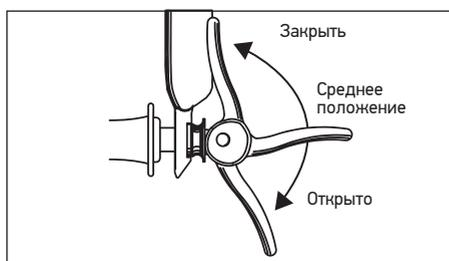
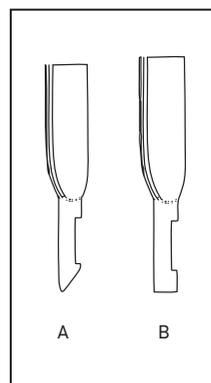
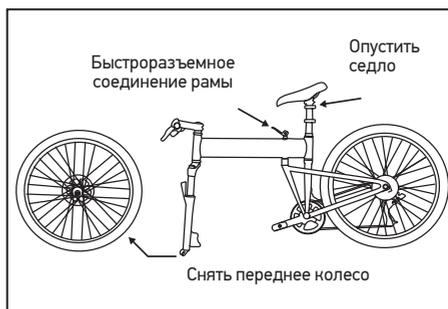

Рис. 14.а: Закрытое, среднее, открытое положение
Рис. 17.а: Угловая прорезь. Рис. 17.б: Стандартная прорезь
Рис. 21: Снять переднее колесо и опустить седло
1. Проверить, что быстроразъемный зажим CLIX находится в открытом состоянии (Рис. 14.а).
2. Опустить вилку велосипеда на втулку колеса, чтобы прорези вилки опирались на ось втулки колеса (Рис. 14.б). ПРИМЕЧАНИЕ: Для вилок с угловыми прорезями (Рис. 17.а): Прорези должны устанавливаться на оси втулки колеса за регулировочной гайкой.
3. Для вилок без угловых прорезей (Рис. 17.б): соединить наконечник и рычаг быстроразъемного зажима CLIX (Рис. 4.б) по принципу шприца, чтобы прорези вилки опирались на ось втулки.
4. Зафиксировать рычаг быстроразъемного зажима CLIX (Рис. 14.а). Механизм должен обхватывать концевую часть вилки при фиксировании в закрытом положении. Проверить, что видно слово «closed» (закрыто), и что рычаг зажима установлен в закрытое положение. Рычаг быстроразъемного зажима CLIX зафиксирован надежно, если при закрывании он оставляет отпечаток на ладони. Убедиться, что рычаг прилегает к стойке вилки, чтобы он не зацеплялся за посторонние предметы.
1. Открыть и закрыть рычаг быстроразъемного соединения правой рукой, постепенно затягивая регулировочную гайку левой рукой. Продолжать затягивать гайку, пока не почувствуете сопротивление на рычаге в среднем положении (Рис. 14.а) хода рычага.
2. Установить рычаг быстроразъемного соединения CLIX в открытое положение, затем сжать наконечник при помощи того же шприцевого движения (Рис. 14.b), сняв колесо (Рис. 21).
4. Установить рычаг быстроразъемного зажима в открытое положение (Рис. 21).